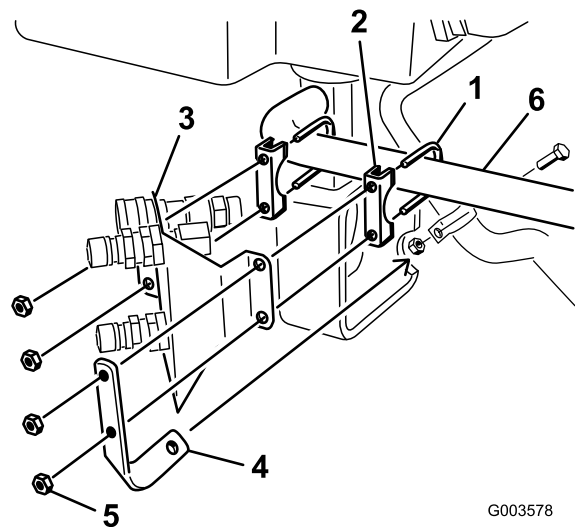

図 10
**注** この時点ではまだナットを締め付けないこと。カップラブラケットがゆるんだ状態でないと油圧ラインを取り付けることができない 図 10。